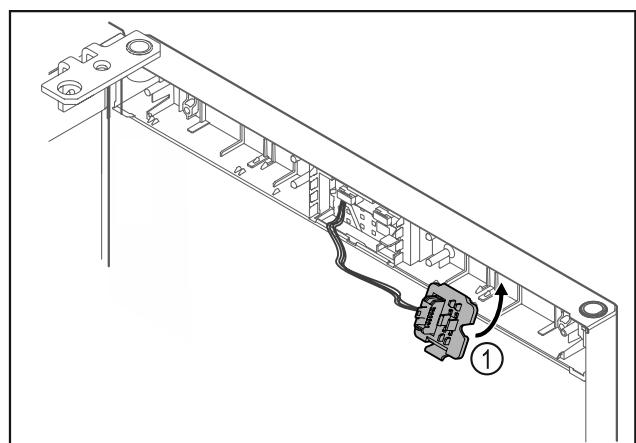

Fig. 19
► Західте кріплення штекера Fig. 19 (1) на протилежній стороні.